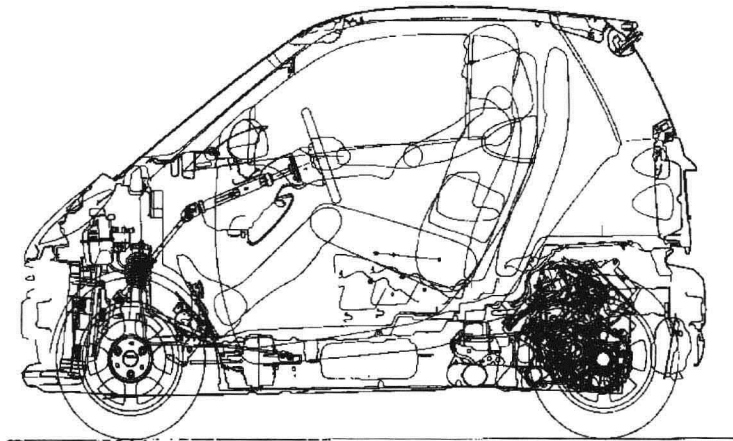

图 1-4 奔驰汽车的 Smart 系列微型车
1) MINI 车(微型车)。图 1-4 所示为奔驰汽车的 Smart 系列微型车。